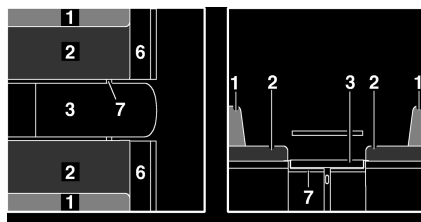

Fig. 103 Pendant la transformation
- Rabattre la rallonge de la banquette (Fig. 103,6) vers le haut et enclencher avec le rabat.